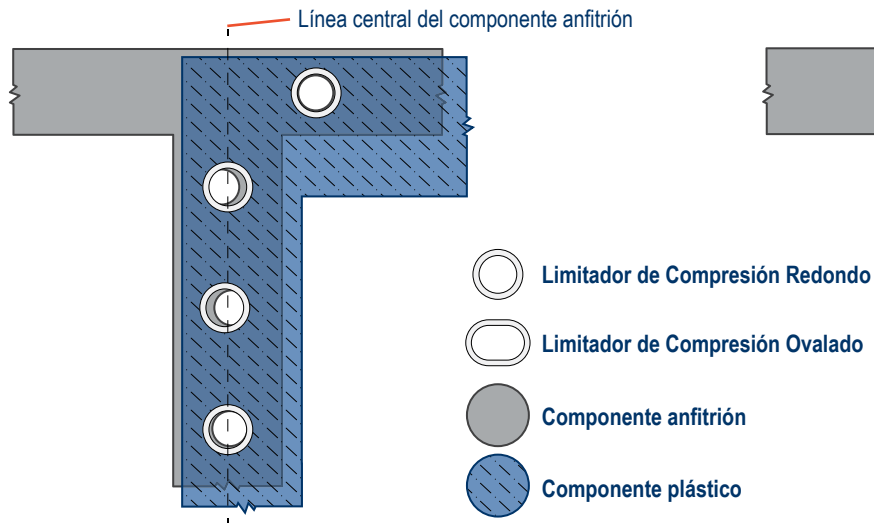
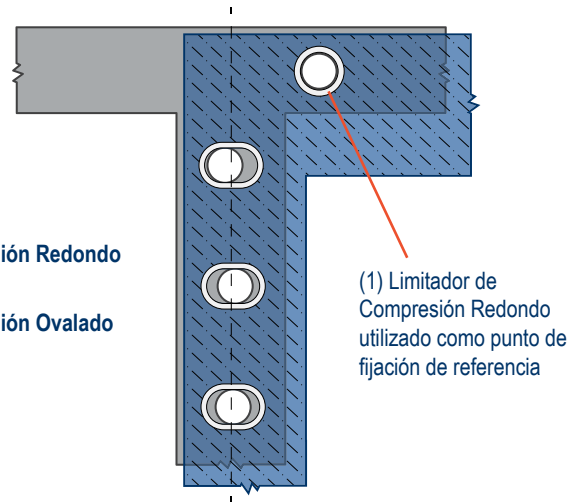

Figura 1
Figura 2
El ingeniero de diseño de un ensamble necesitaba tener en cuenta las tolerancias de la línea central acumuladas de varios puntos de fijación. El requisito del ensamble de la *Figura 1* era que no pudiera haber movimiento hacia arriba y hacia abajo a lo largo del eje y, por lo tanto, el diseñador del producto decidió utilizar un (1) Limitador de Compresión Redondo como punto de referencia, que se instalaría primero para garantizar una posición general correcta. A continuación, rediseñaron el ensamble para sustituir los Limitadores de Compresión Redondos (3) por Limitadores de Compresión Ovalados, con el fin de tener en cuenta cualquier desviación de la línea central a lo largo de los tres puntos de fijación restantes (*Figura 2*).